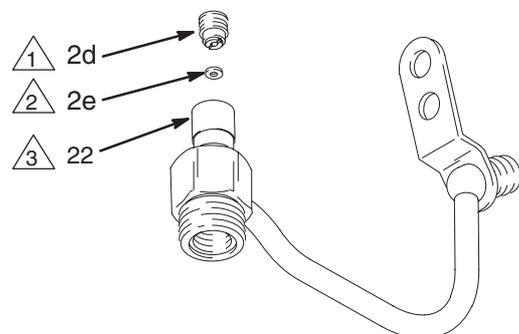

Fig. 13
1. Engrase ligeramente las cavidades internas del alojamiento del fluido (22). Instale la junta pequeña (2e) con sus bordes orientados hacia la cavidad del alojamiento de fluido. Instale el retén de la junta (2d) y realice un par de apriete de 3,4–4,5 N.m. Vea la Fig. 13.